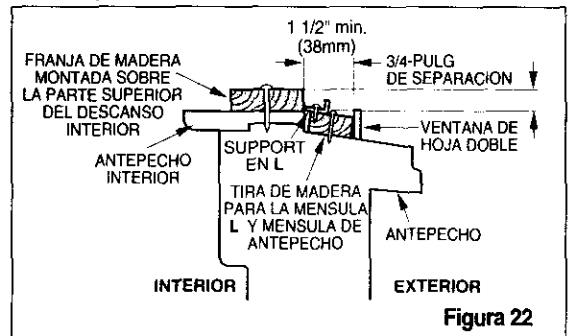

Figura 22
- Si la contraventana interfiere, fije un listón de madera de 2" de ancho al alféizar interior de la ventana, que atraviese la anchura total del alféizar. El listón de madera debe ser suficientemente grueso para levantar la altura del alféizar de la ventana de tal manera que la unidad pueda ser instalada sin la interferencia del marco de la contraventana. Vea la Figura 22.
- Instale un segundo listón de madera (de aproximadamente 6" de largo y 1" de ancho y del mismo grosor del primer listón) en el centro del alféizar exterior nivelado con la parte posterior del alféizar interior. Atornille los soportes L entre la faja. Esto levantará el soporte L como se muestra en la Figura 22.